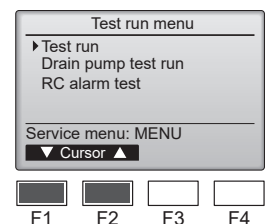

Fig. 7-2
- (2) Seleccione "Test run" (Modo prueba) desde el menú Modo prueba, y pulse el botón [SELECT/HOLD]. (Fig. 7-2)
- (3) Se inicia la prueba, y se visualiza la pantalla Modo prueba.